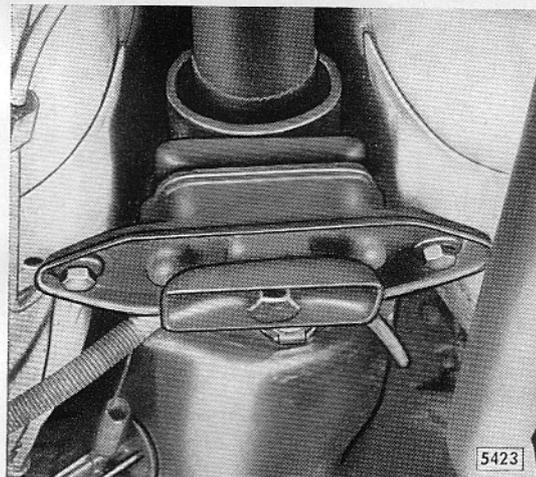

Bild B 18 - Anordnung hintere Motoraufhängung
4. Traverse der hinteren Motoraufhängung (Bild B 18) von Wagenboden abschrauben und Motor mit Getriebe bis zum Freihängen ablassen. Durch den nach unten abgesenkten Motor läßt sich die Gelenkwelle ohne Schwierigkeiten aus dem Getriebe herausziehen. Der Motor braucht nach dem Ablassen nicht abgestützt zu werden.